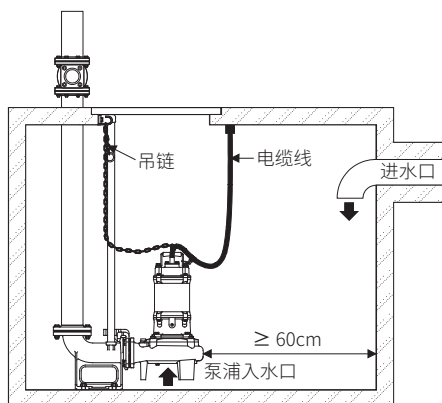

图 2
- 水槽进水口与泵浦入水口，应至少距离 60 公分以上，并避免水直接冲击泵浦。(如图 2)